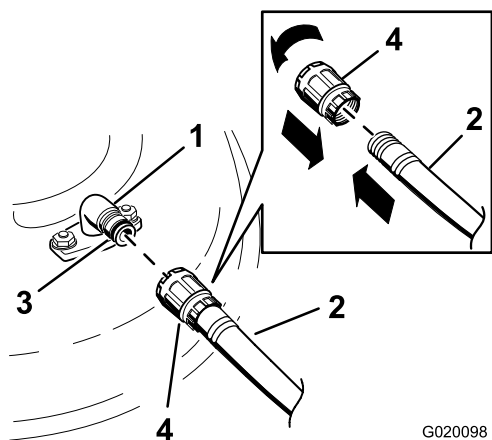

Figura 77
3. Montate il manicotto del tubo flessibile sul raccordo di lavaggio del tosaerba, quindi aprite il rubinetto per erogare un getto forte (Figura 77).